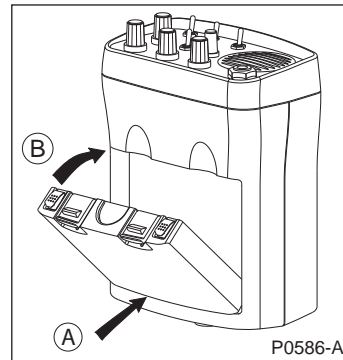

Figure 9 - Installation du conteneur batteries Ni-MH
- b) Placez la base du conteneur de batteries à l'arrière du compartiment batterie (A) du boîtier de contrôle. Pousser le bord opposé du conteneur de batteries pour le mettre en place (B). Les deux clips du conteneur de batteries produiront un "clic" lors de son verrouillage (voir figure 9).
- b) Placez 8 piles Alcalines (16) de 1,5V (AA) dans le conteneur (15), comme indiqué sur le schéma 10, en respectant le sens indiqué des polarités sur l'étiquette.
- d) Placez la base du conteneur de batteries à l'arrière du compartiment batterie (A) du boîtier de contrôle. Pousser le bord opposé du conteneur de batteries pour le mettre en place (B). Les deux clips du conteneur de batteries produiront un "clic" lors de son verrouillage (voir figure 9).